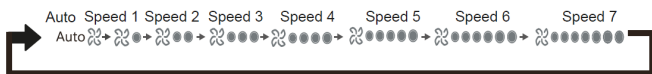

Figura 3.7
1) 7 velocidades de ventilação: O comando remoto possui o modo “7 fan speeds” por predefinição. A velocidade de ventilação é ajustada de forma sucessiva, como na Figura 3.7.